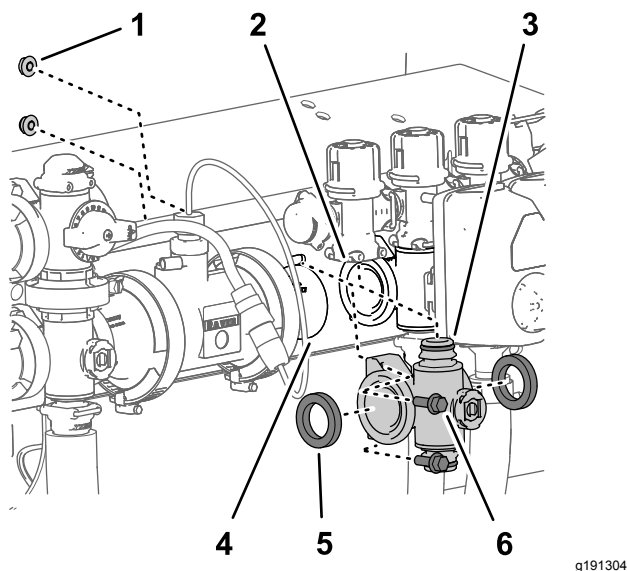

Рисунок 112
4. На коллекторах клапанов левой и правой секции выверните 2 болта с фланцем ($\frac{1}{4}$ x $\frac{3}{4}$ дюйма) и 2 фланцевые контргайки ($\frac{1}{4}$ дюйма), которые крепят коллектор клапана секции к опоре клапана (Рисунок 112).
5. Чтобы освободить доступ к перепускному клапану секции, переместите коллектор клапана секции и прокладки вниз и в сторону от машины (Рисунок 112).